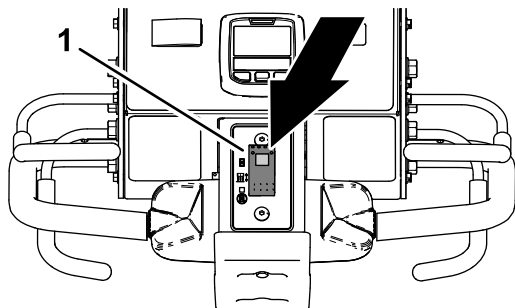

Figura 89
1. Premete la parte superiore dell'interruttore per il controllo dell'abbassamento (Figura 89) selezionando ABBASSAMENTO RITARDATO.